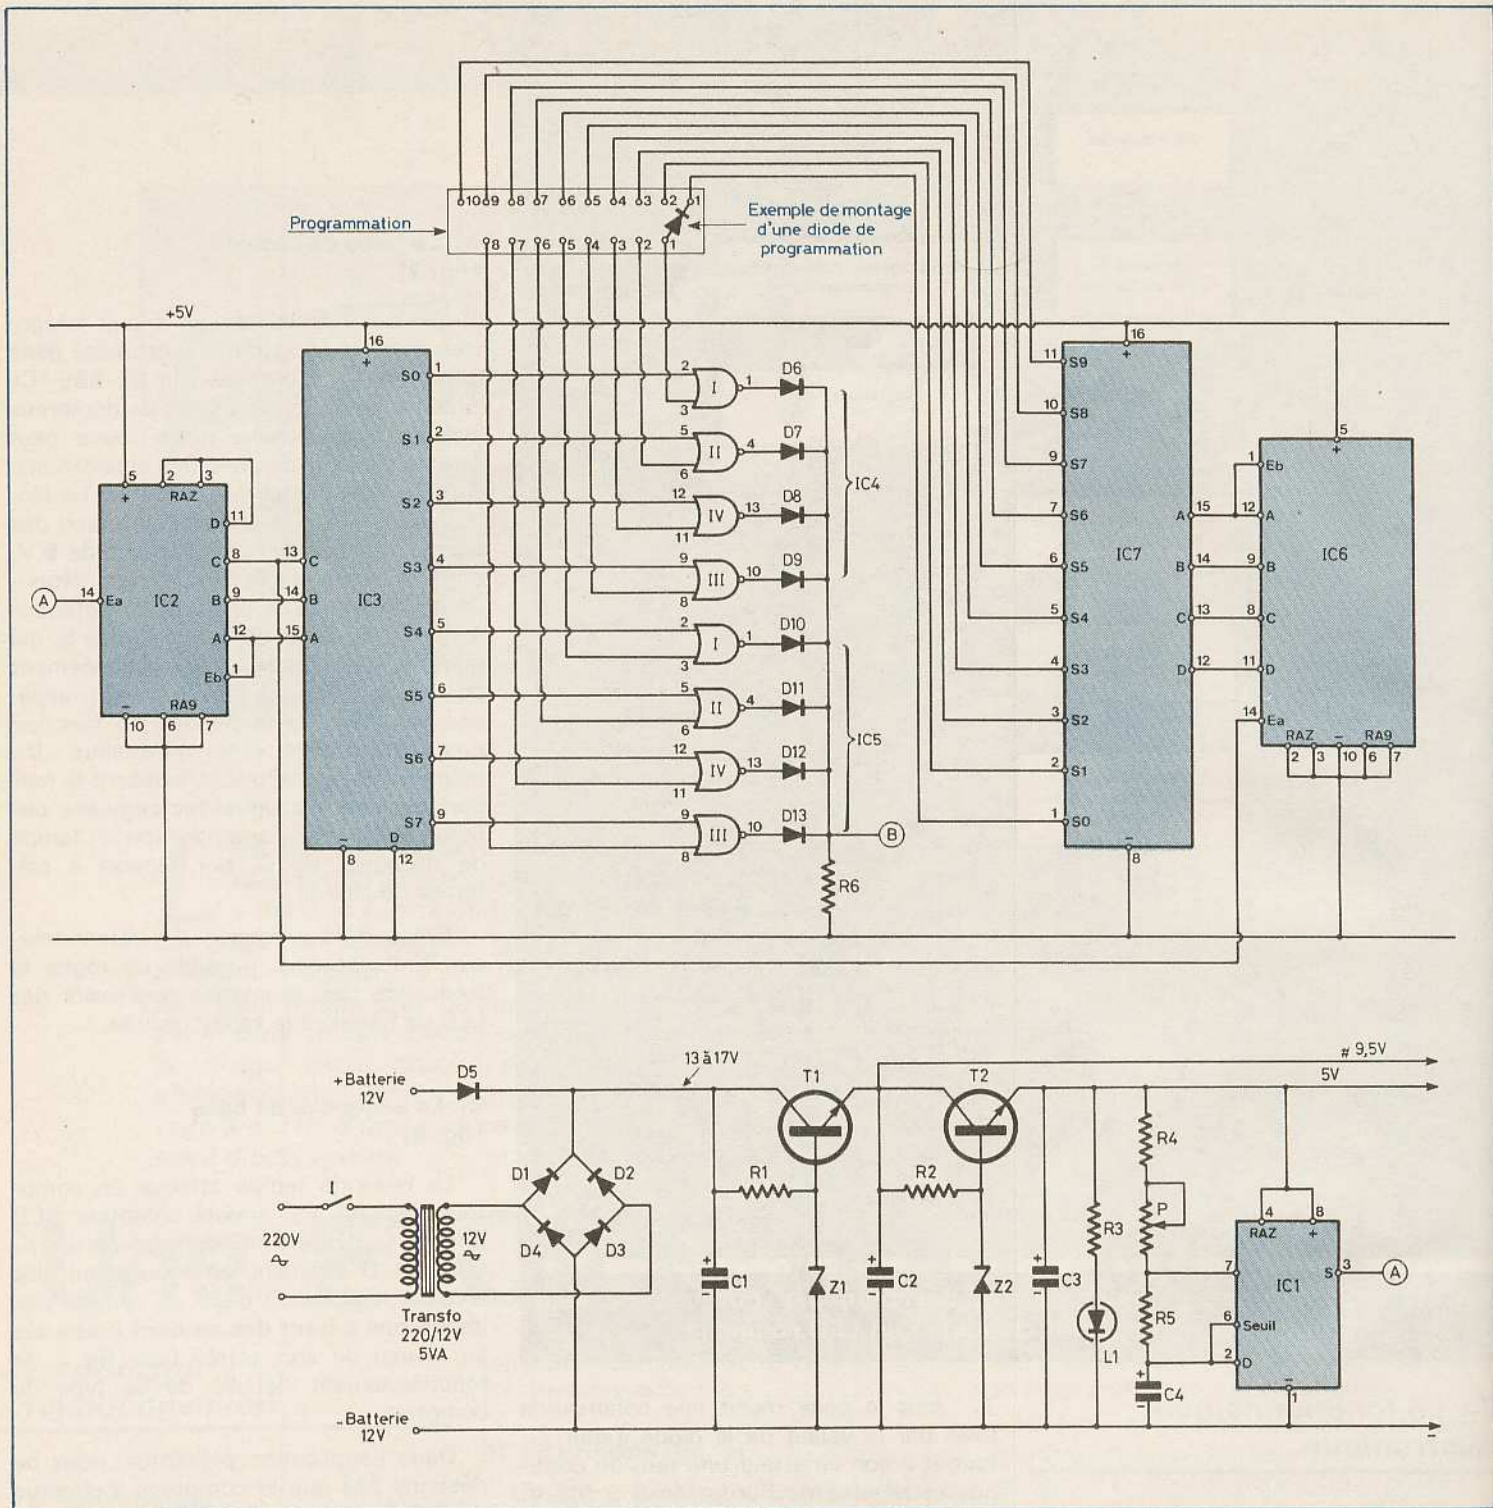

Fig. 2. — Schémas de principe de l'alimentation et de la base de temps et du circuit de séquence de base avec génération des séquences programmables.
a) L'alimentation (fig. 2)
b) La base de temps (fig. 2)